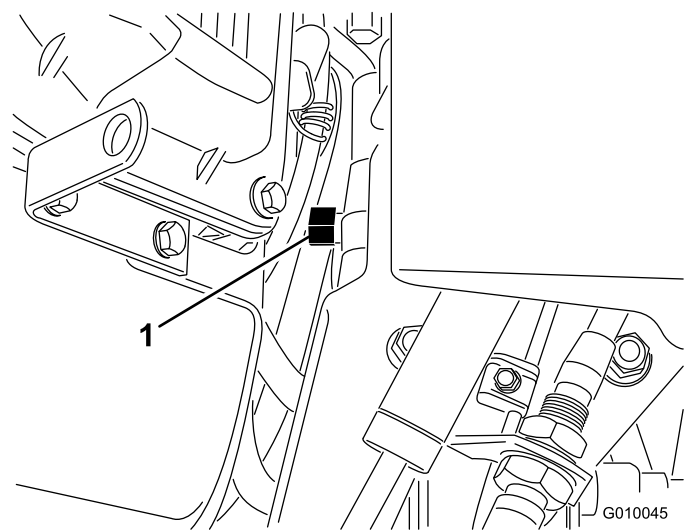

図 31
2. エンジンと油圧ポンプの途中に配置されているバイパスバルブを探し出す 図 31。
3. レンチ5/8"を使ってバイパスバルブを左回りに1回転させる。これで油圧回路がバイパスされ、車輪が自由に回るようになります 図 31。
5. エアレータの運転を再開するには、バイパスバルブを右回りに1回転させる 図 31。